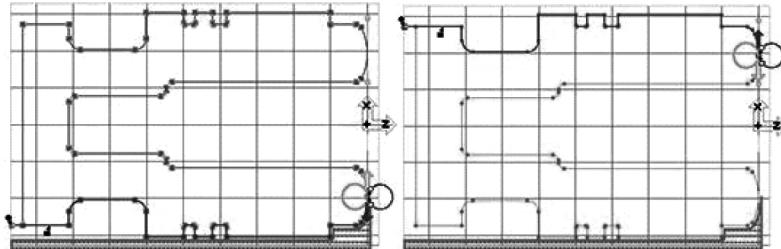

图 6-15 产生刀具路径
3) 运算并生成刀具路径轨迹, 如图 6-15 所示。
在 GibbsCAM 中, 针对这样的情况, 加工轮廓的选择可以是正向的, 也可以是负向的, 最终的刀具路径都会在负向生成, 这对多个程序共用同一加工轮廓很有帮助。所以, 不论用户是上刀塔还是下刀塔的刀具, 生成程序都可以选择同一方向的加工轮廓。如图 6-15 所示, 上一步加工轮廓选择 X+ 向, 而刀具路径轨迹仍然为 X- 向生成。